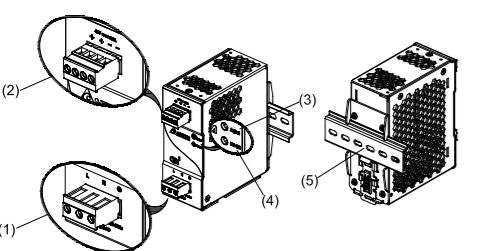
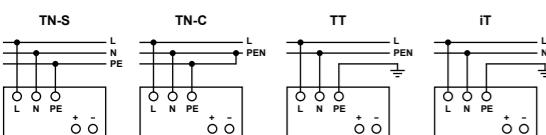

Figure 1
Figure 6
2. Gerätebeschreibung (Abb. 1)
5.1 Anschluss der Eingangsklemmen (Abb. 1 (1), Abb. 6)
5.2 Anschluss der Ausgangsklemmen (Abb. 1 (2))
Verwenden Sie die Schraubklemmen „+“ und „-“, um den 48Vdc-Anschluss herzustellen. Am Ausgang stehen 48Vdc zur Verfügung. Die Ausgangsspannung kann am Potentiometer zwischen 48 und 56Vdc eingestellt werden. Die grüne LED „DC OK“ zeigt die korrekte Funktion des Ausgangs an (Abb. 1 (4)). Das Gerät verfügt über einen Kurzschluss-, Überlast- und Überspannungsschutz, der auf 57Vdc begrenzt ist.
2. Device description (Fig. 1)
5.1 Input connection (Fig. 1 (1), Fig. 6)
Use L, N and PE connections of input terminal connector (see Fig. 1 (1)) to establish the 100-240Vac connection.